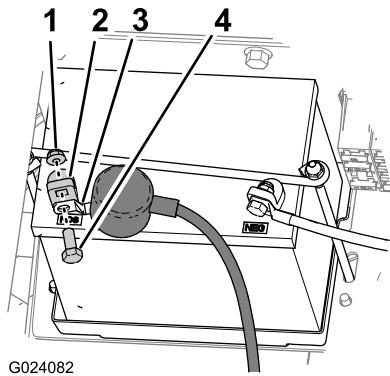

Figura 31
5. Deslice hacia atrás el capuchón aislante y retire el perno y la tuerca que fijan el terminal del cable positivo de la batería al borne positivo de la batería (Figura 31).